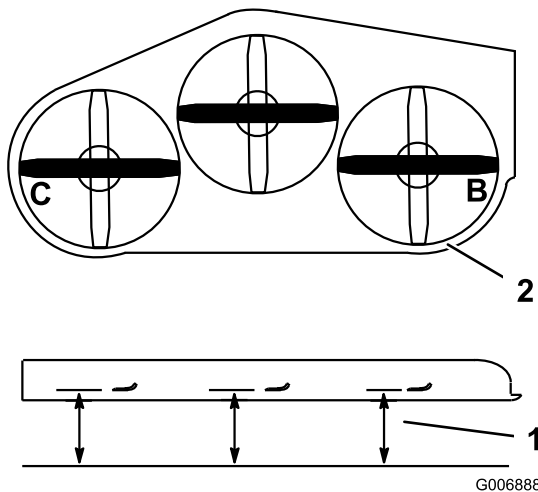

図 82
3. デッキのブレードを左右方向に向ける。B位置とC位置とで (図 82)、平らな床面からブレードの刃先までの高さを測る。